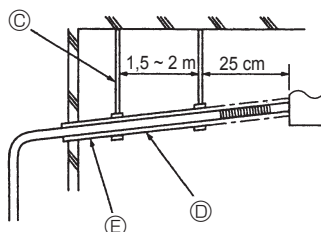

Fig. 8-2
- Zorg ervoor dat de afvoerpijp meer dan 1/100 afloopt (Fig. 8-2).